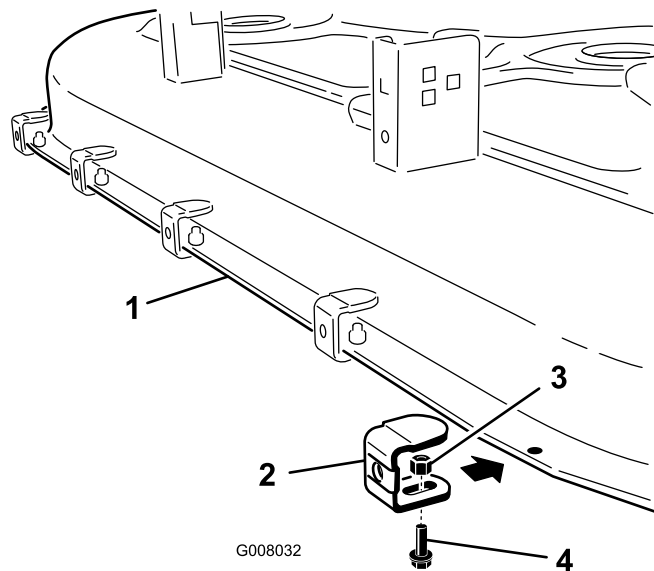

Figura 6
3. Montate le staffe assemblate nei fori illustrati in (Figura 6) mediante i cinque bulloni (1/4 x 3/4 poll.) e cinque dadi di bloccaggio (1/4 pollice). Tenete stretto il cappuccio di gomma della staffa contro la parte posteriore del piatto e serrate. Per la staffa mediana utilizzate il foro di sinistra.